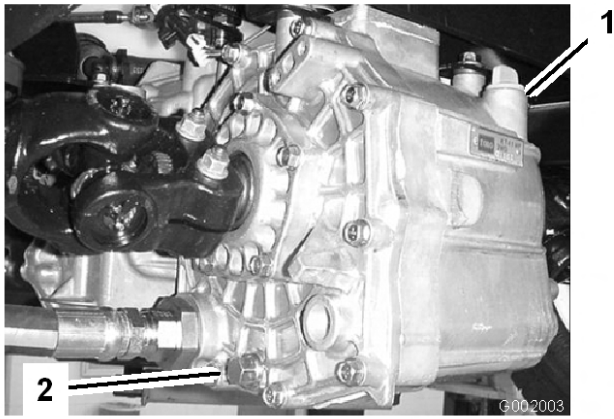

Bild 63
- Nehmen Sie die Ablassschraube an der Seite des Behälters ab und lassen Sie die Hydraulikflüssigkeit in die Auffangwanne ablaufen (Bild 63).